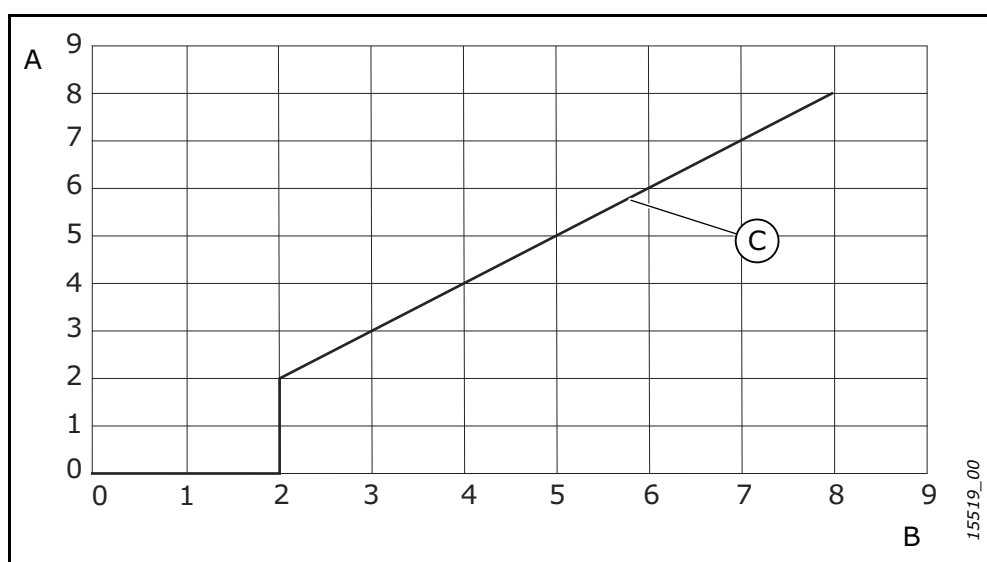

Figura 1. Tiempo de almacenamiento y tiempo de acondicionamiento
4. Comience a acondicionar los condensadores. El tiempo de acondicionamiento depende del tiempo de almacenamiento. Consulte Figura 1.